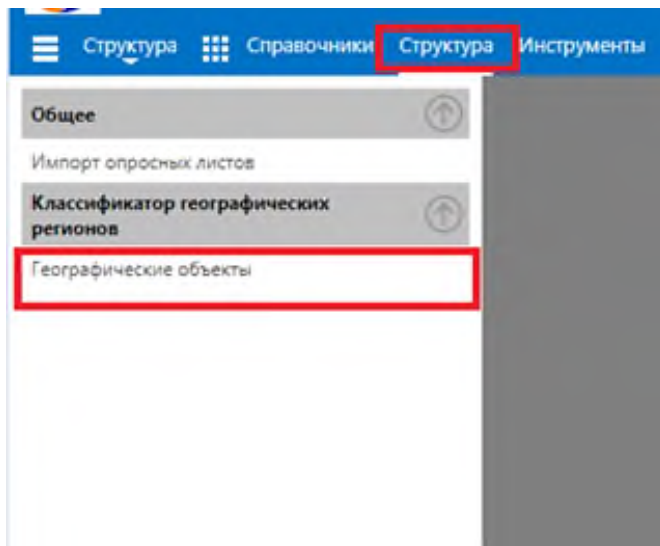

Рисунок 1.5.
1.2.3 Далее процесс заведения МИРТЕК-135-РУ не отличается от заведения любых других приборов. Создается географический объект для прибора учёта (рисунок 1.5).